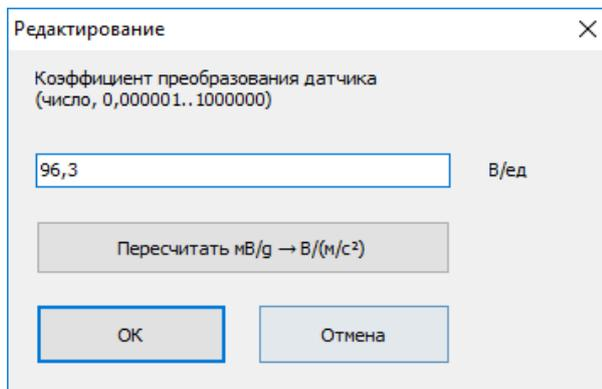

Рисунок 12 – Редактирование коэффициента преобразования датчика.
- **Коэффициент преобразования датчика** (Для каждого АЦП вносится отдельно из формуляра. Дважды левой клавишей мыши щелкнуть по значению в поле «0,01019» записать паспортное значение коэффициента преобразования датчика, нажать кнопку «Пересчитать...») (см. Рис. 12);